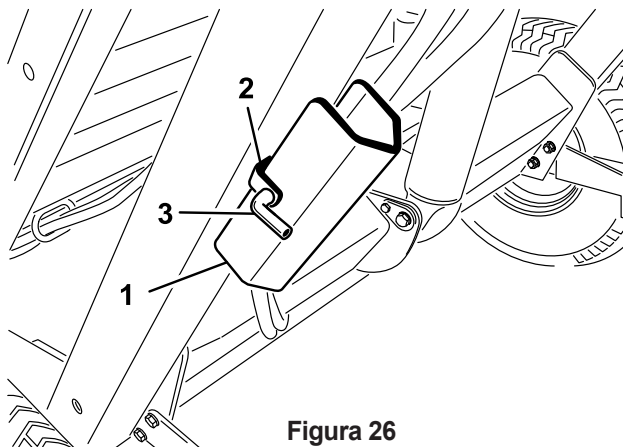

Figura 26
2. Retire o contrapino e o pino que fixam o suporte de segurança ao suporte de armazenamento no chassi da máquina (Figura 26). Remova o suporte de segurança.